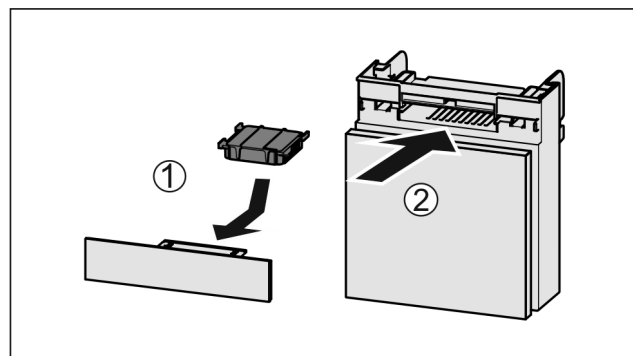

Fig. 63
- Anbring aktivkulfilteret som vis på billedet Fig. 63 (1).
- Skub rummet ind Fig. 63 (2).